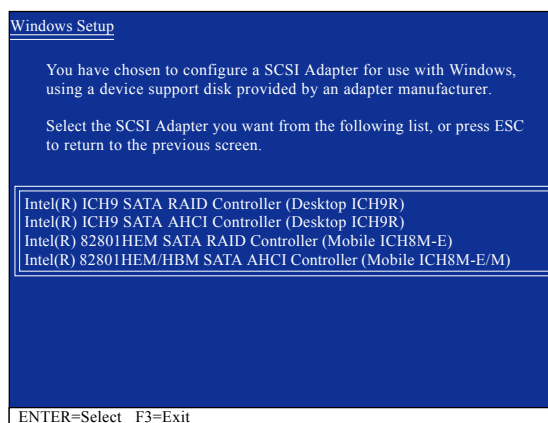

図 3
セットアップがフロッピーディスクの Intel ICH9R SATA RAID/AHCI ドライバを正しく識別したら、以下の図 3 のようなコントローラメニューが表示されます。矢印キーを使用して、表示されたアイテムを 1 つ選択し、<Enter> を押します。BIOS セットアップの SATA RAID/AHCI Mode アイテムを RAID モードに設定したら、**Intel(R) ICH9 SATA RAID Controller (Desktop ICH9R)** を選択します。(AHCI モードの場合、**Intel(R) ICH9 SATA AHCI Controller (Desktop ICH9R)** を選択します)。